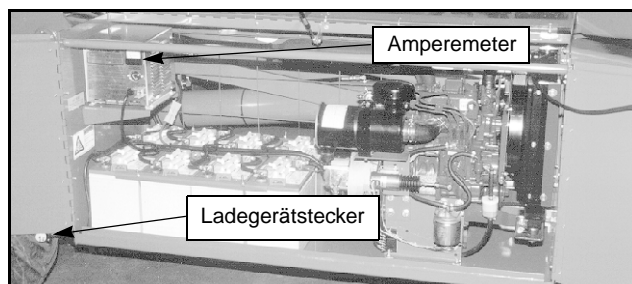

Abbildung 6: Kraftzentrale, rechte Fahrwerksseite
3. Verlängerungskabel (1,5 mm2 [12 Gage] minimaler Kabelquerschnitt und 15 m [50 ft.] Maximallänge) am Ladegerätstecker anschließen, der durch die Öffnung an der linken Seite des Fahrwerks zugänglich ist (Abbildung 6). Verlängerungskabel an eine vorschriftsmäßig geerdete Steckdose entsprechender Spannung und Frequenz anschließen.